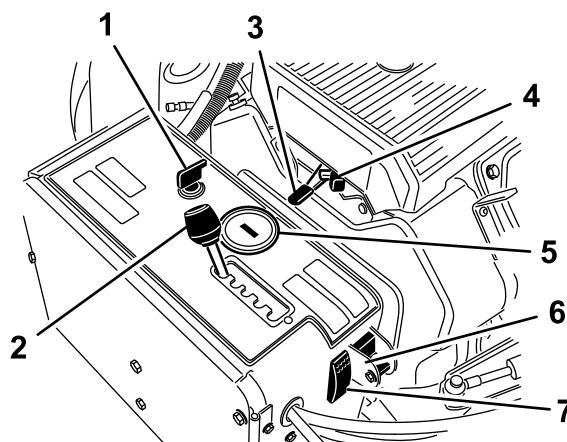

Рисунок 12
Выключатель зажигания (Рисунок 12) предназначен для запуска и останова двигателя. Выключатель имеет 3 положения:
Передвиньте рычаг регулировки расстояния между зубьями аэратора (Рисунок 12) на требуемое расстояние или в положение Т для транспортировки.
Рычаг дроссельной заслонки (Рисунок 12) предназначен для управления частотой вращения двигателя. При передвижении рычага дроссельной заслонки вперед (положение БЫСТРО) частота вращения двигателя возрастает, при передвижении назад (положение МЕДЛЕННО) — уменьшается. Частота вращения двигателя регулирует частоту вращения вала аэратора и управляет скоростью движения машины.
- Когда двигатель выключен, счетчик моточасов/тахометр (Рисунок 12) показывает количество часов, проработанных двигателем.
Используйте воздушную заслонку при запуске холодного двигателя (Рисунок 12).
Поверните переключатель в нижнее положение для выключения функции TrueCore (Рисунок 12). Отверните болт, чтобы получить доступ к переключателю выбора ручного режима следования профилю грунта.
Если машина оказывается заблокированной (например, из-за полной выработки топлива), нажмите переключатель сброса параметров системы (Рисунок 12) для подъема вала аэратора.